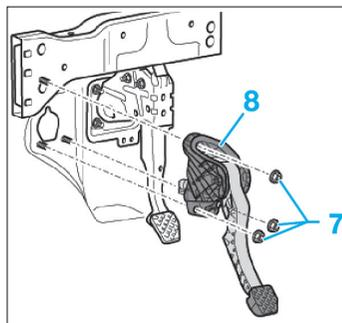

Fig. 11
- Déposer les vis de fixation (7) de la pédale d'embrayage (8) (Fig.11).